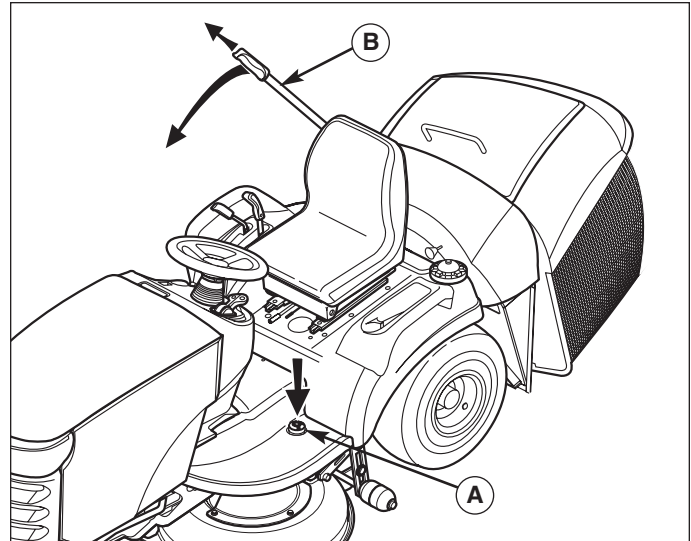

Abb. 4. Entleeren des Fangkorbs
2. Den Getriebeausrückhebel ca. 6,4 cm zurückziehen, um den Hebel in der freigegebenen Position zu arretieren (Abb. 4).
1. Pedal zum Entleeren der Auffangvorrichtung (A, Abb. 4) drücken.
2. Hebel (B) der Auffangvorrichtung herausziehen und damit die Auffangvorrichtung entleeren.
3. Mit dem Hebel (B) die Auffangvorrichtung schließen und den Hebel wieder in die Auffangvorrichtung hineinschieben.